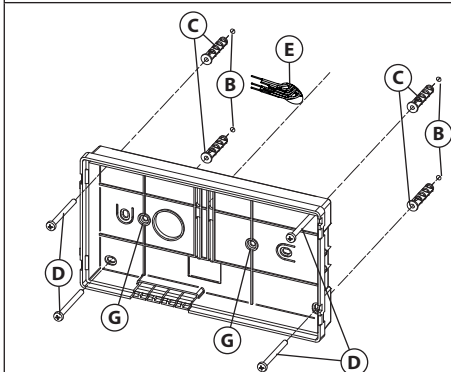

Fig. 4
3. Poser la base de l'interphone vidéo sur le mur à une hauteur de 135 cm environ (**Fig. 3**) du plancher fini et prendre les références pour les trous de fixation (B) (**Fig. 4**), en considérant que les conducteurs (E) (**Fig. 4**) doivent passer à travers l'ouverture (F) (**Fig. 4**). Si le boîtier encastrable 503 est utilisé pour la sortie murale des conducteurs, le murer en position verticale en laissant environ 140 cm entre la base et le plancher fini.